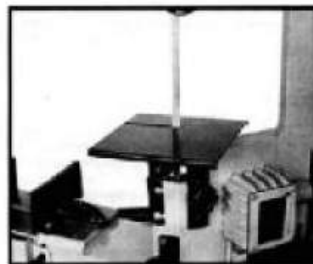

Fig.2
4. Przeprowadź ostrze przez szczelinę w stole i zamocuj za pomocą dwie śruby. Zobacz rys.2.